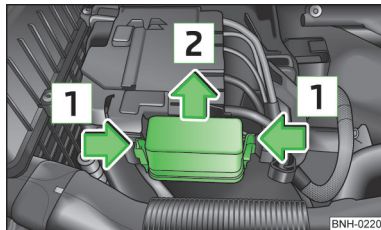
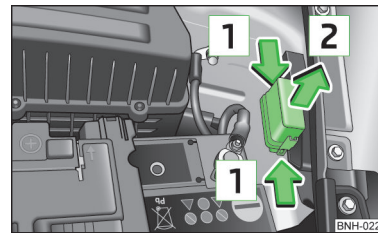

Abb. 146
Abb. 147
- » Abb. 146 bzw. » Abb. 147 zusammendrücken.